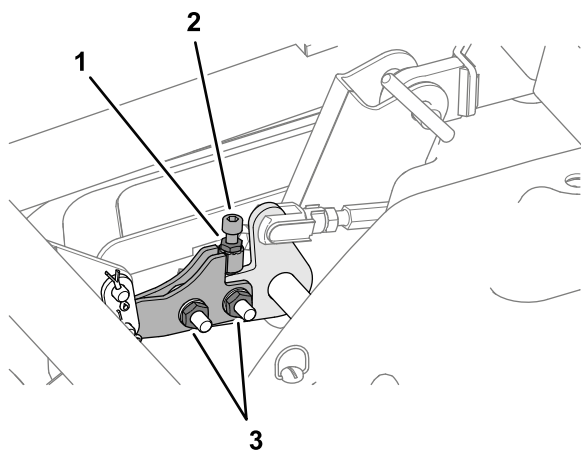

Figura 123
- A. Desaperte as 2 porcas que fixam a articulação niveladora (Figura 123).
- B. Desaperte a porca de bloqueio que prende o parafuso de cabeça sextavada (Figura 123).
10. Aperte as 2 porcas da articulação niveladora e a porca de bloqueio do parafuso de cabeça sextavada (Figura 123).
7. Aperte as porcas de bloqueio dos ajustadores de inclinação da plataforma (Figura 123).